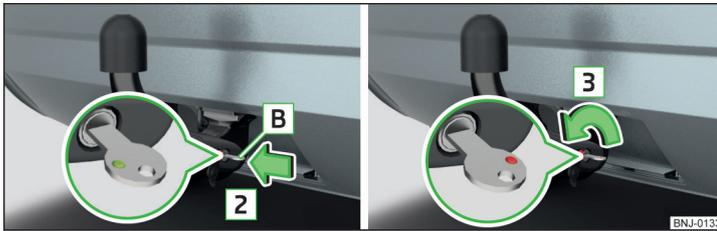

Fig. 159 Introducir la llave en la cerradura/ desbloquear el cierre
- Introduzca la llave **B** en la cerradura en el sentido de la flecha **2** de manera, que la marca muestra hacia arriba » fig. 159.